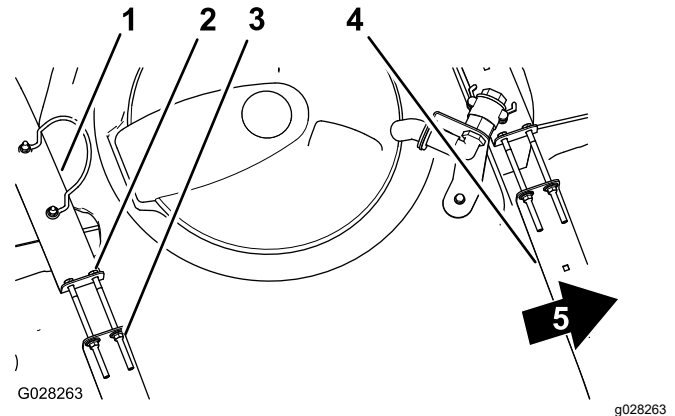

Figura 84
2. Verificai dacă există vreo micare între benzile de fixare a rezervorului și rezervor (Figura 84).
3. Dacă benzile de fixare a rezervorului se potrivesc liber pe rezervor, strângeți contrapiuliile cu guler și uruburile de la partea superioară a benzilor de fixare până când acestea sunt la același nivel cu suprafața rezervorului (Figura 84).